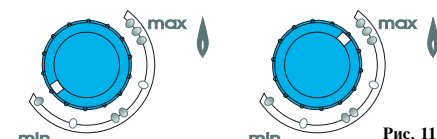

Рис. 11
- Данный водонагревательный аппарат с автоматической регулировкой мощности оборудован системой, позволяющей пользователю установить ограничение максимальной мощности. Для этого установите регулятор (23) в положение между отметками **min** и **max** (рис. 11).